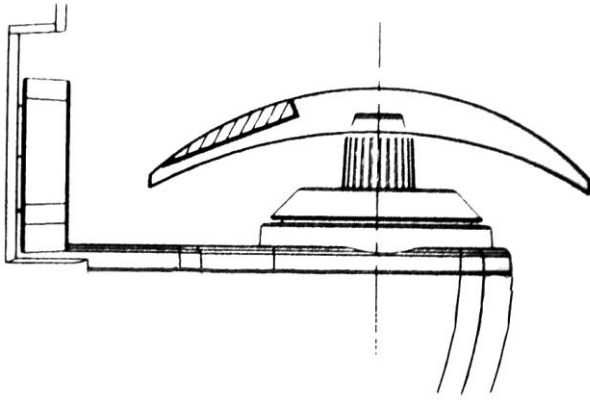

рис.20
2) Поместите область DV на место измерения. (рис.20)